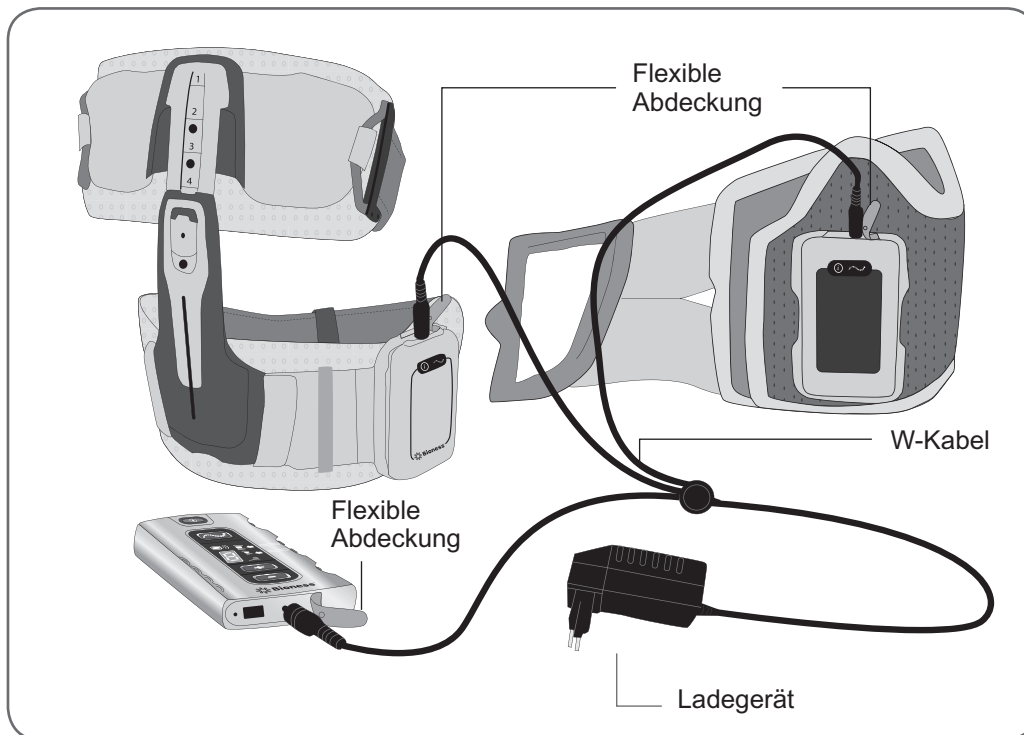

Abbildung 9-3: Einrichtung des Ladevorgangs
2. Öffnen Sie die flexiblen Abdeckungen über den Ladeanschlüssen (siehe Abbildung 9-3).
3. Schließen Sie das W-Kabel an die Ladeanschlüsse an (siehe Abbildung 9-3).